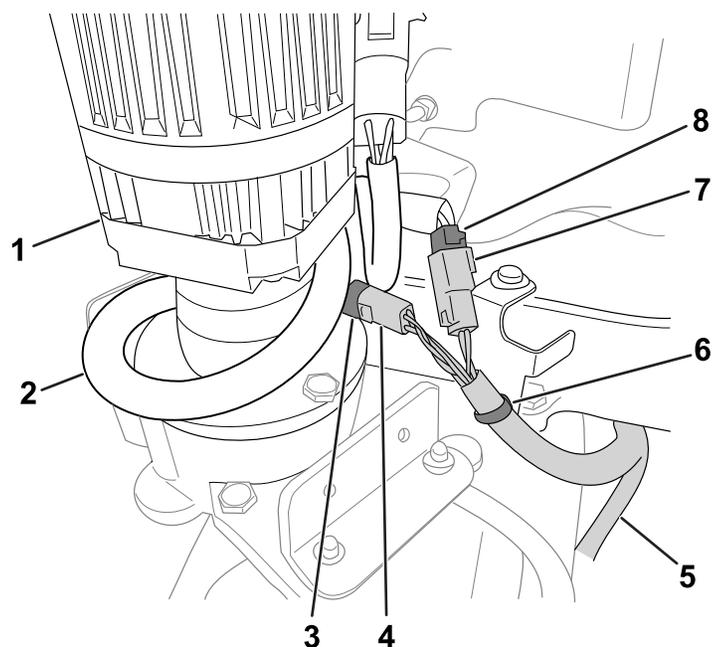

Рисунок 6
3. Проложите оставшиеся разъемы жгута проводов редуктора по направлению к двигателю рулевого управления (**Рисунок 6**).
4. Разрежьте стяжку, крепящую жгут проводов машины к кронштейну, оставив на месте вставной держатель (**Рисунок 6**). Утилизируйте стяжку.
5. Подсоедините разъемы редуктора к разъемам жгута проводов машины (**Рисунок 6**).
6. Оберните излишнюю провисающую часть жгута проводов машины вокруг двигателя рулевого управления, как показано на **Рисунок 6**.
7. С помощью стяжки, поставляемой в комплекте, прикрепите жгут проводов редуктора к вставному держателю, как это показано на рис. **Рисунок 6**.